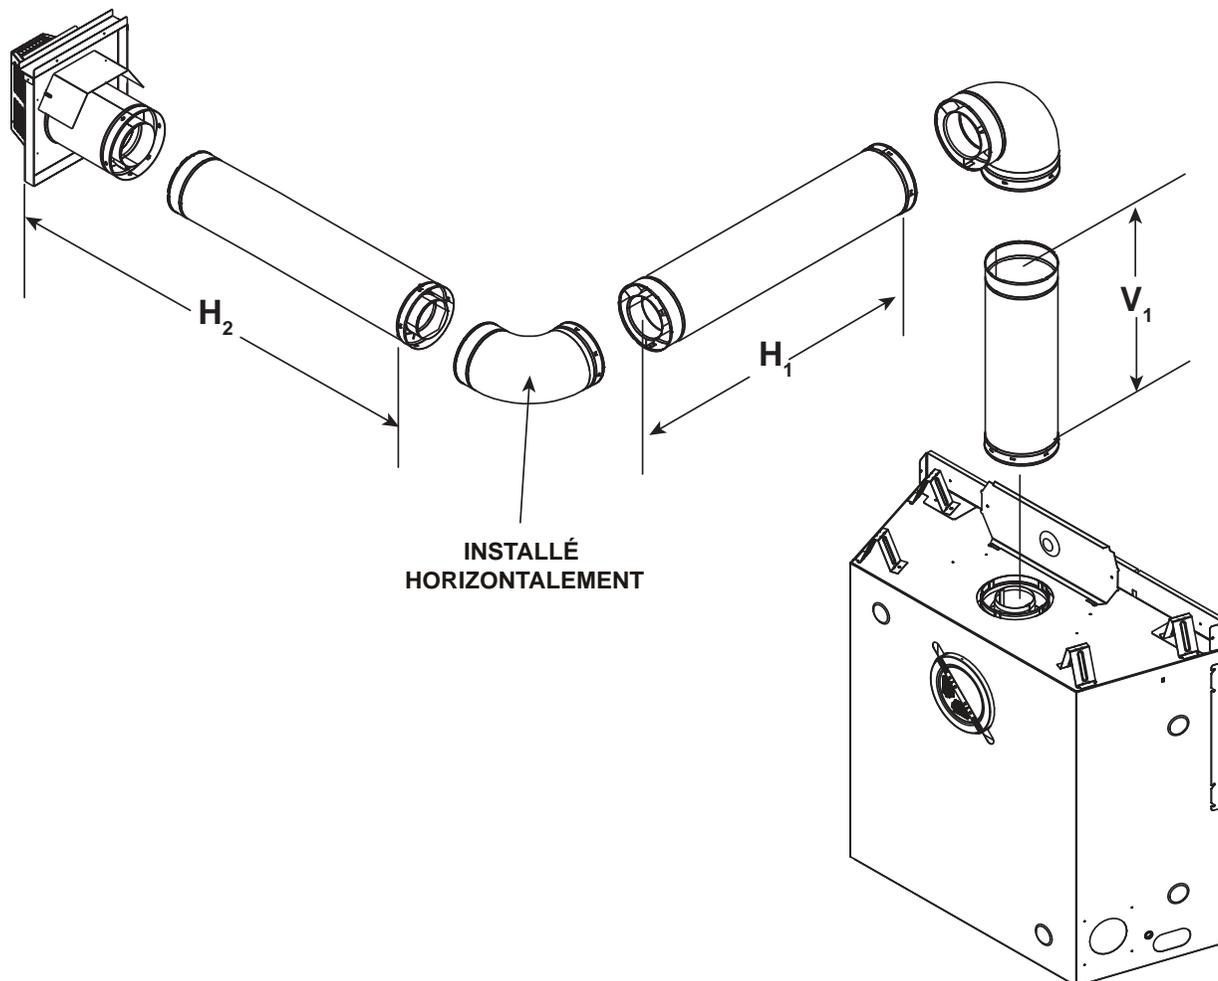

Figure 4.13
- **Évacuation supérieure** : Un maximum de quatre coudes de 90° (ou huit coudes de 45°) peuvent être utilisés quelle que soit la configuration du conduit d'évacuation. Certains coudes peuvent être installés horizontalement. Voir la figure 4.13.